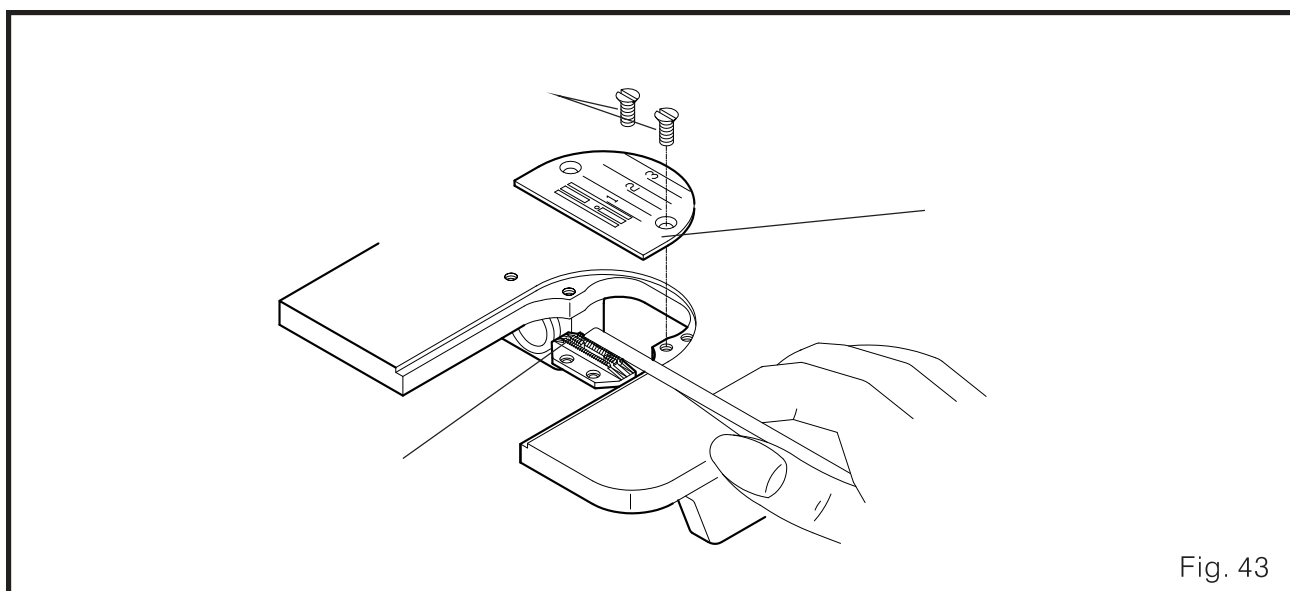

Fig. 43
2. Remova os dois parafusos ① e, em seguida, remova a chapa da agulha ②.
3. Use uma escova macia para limpar poeira e fiapos nos dentes de alimentação ③. (Fig.43)
4. Instale a chapa da agulha ② depois de fazer a limpeza acima.